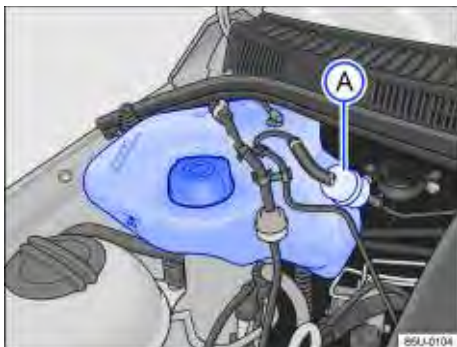
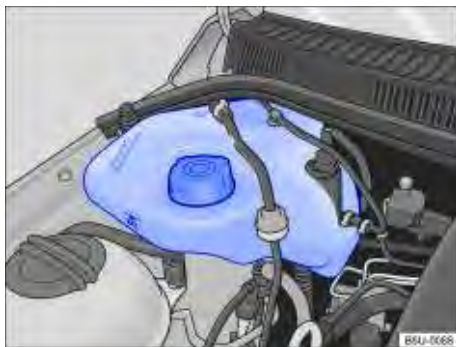

Fig. 131 No compartimento do motor: reservatório de gasolina para o sistema de partida a frio para motores 1.0.
Fig. 132 No compartimento do motor: reservatório de gasolina para o sistema de partida a frio para motores 1.6.
O reservatório de gasolina do sistema de partida a frio encontra-se no compartimento do motor, no lado direito ⇒ Fig. 131 ou ⇒ Fig. 132.
Para os veículos com motor 1.0, o filtro do reservatório de gasolina do sistema de partida a frio ⇒ Fig. 131  deve ser trocado de acordo com os intervalos de manutenção indicados no ⇒ caderno *Manutenção e garantia*.
- Nunca ultrapassar a marca “MAX” indicada no reservatório ⇒ Fig. 131 ou ⇒ Fig. 132.